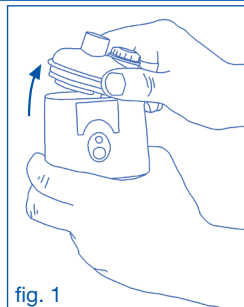

fig. 1
1. Togliete la parte superiore (A3) dal corpo dell'apparecchio (fig. 1)
- Separate l'apparecchio (A) dall'alimentatore disinserendo il cavo di alimentazione (G)
- Togliete la parte superiore (A3) dal corpo dell'apparecchio (fig. 1) e l'accessorio collegato.